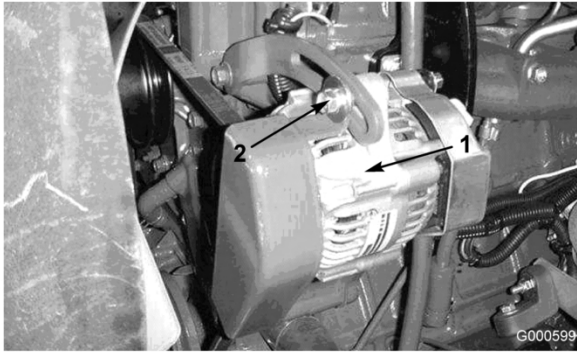

Figure 55
Vérifiez l'état et la tension des courroies (Figure 55) toutes les 100 heures de fonctionnement.
2. Si tel n'est pas le cas, desserrez les boulons de montage de l'alternateur (Figure 55). Augmentez ou diminuez la tension de la courroie et resserrez les boulons. Contrôlez de